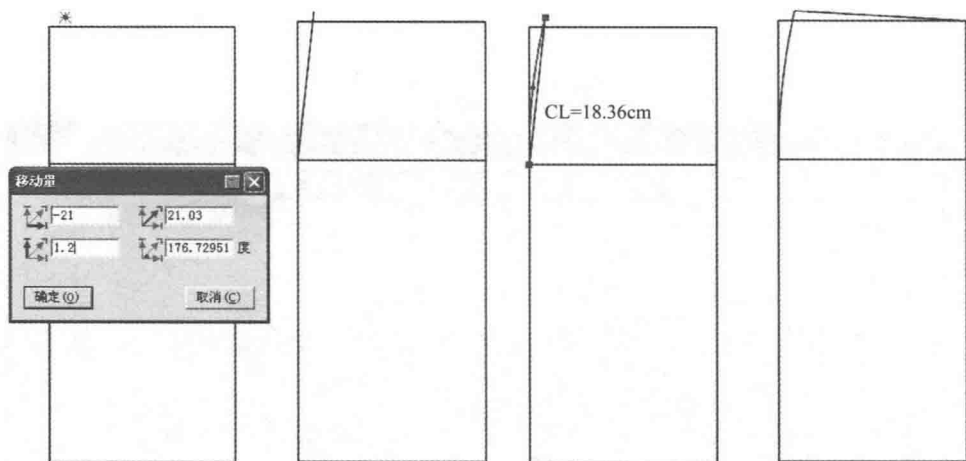

图6-23 画前片腰口线和侧缝线
(3) 选择  【智能笔】工具在腰围基础线前中点按【Enter】键，出现移动量对话框输入横向移动量 21cm (计算公式： $\frac{\text{腰围 } 68\text{cm}}{4} + \text{省量 } 4\text{cm}$)，纵向移动量 1.2cm (1.2cm 就是起翘量)。然后用  【智能笔】工具连接腰口线和侧缝线，并用  【调整】工具调顺侧缝线 (图 6-23)。